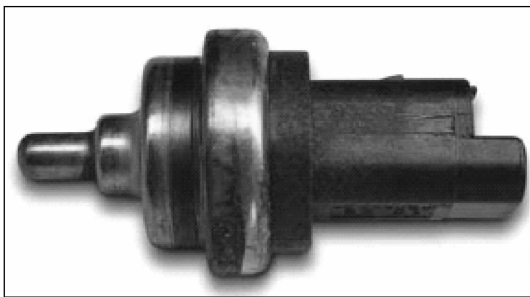

图 1-21 冷却液温度传感器
(1) 冷却液温度传感器的作用 冷却液温度传感器 (图 1-21) 探测发动机冷却循环的冷却液温度。冷却液温度是用于下列计算的测量参数: 喷油量和怠速理论转速。